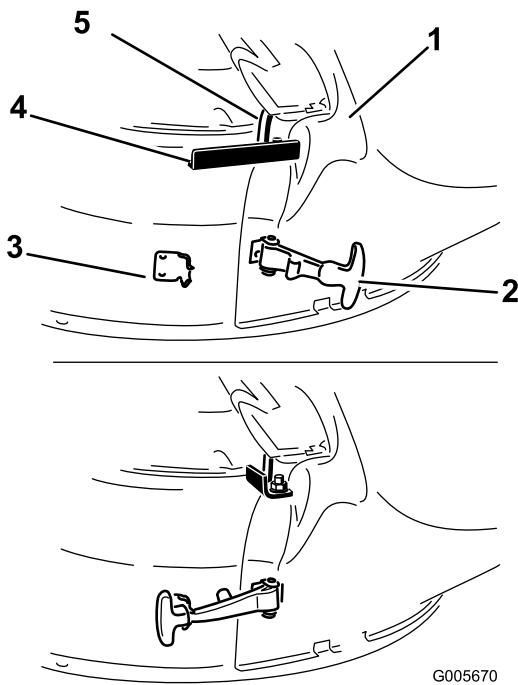

Bild 26
- Haken Sie zum Befestigen des Auswurfkanals am Mähwerk den flexiblen Verschluss am Auswurfkanal an der Halteklemme ein, die hinter der Öffnung am Mähwerk angeschweißt ist (Bild 26).
- Befestigen Sie den Befestigungshaken um die Gelenkstange, um die Auswurfkanal in der Stellung zu arretieren (Bild 26).